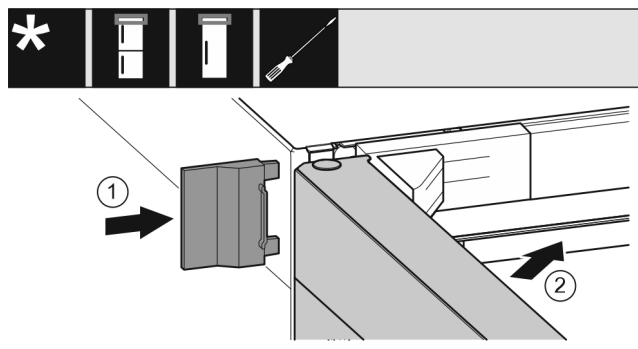

Fig. 29
- ▶ 插入外盖 Fig. 29 (1)。
- ▶ 关闭冰箱上方门 Fig. 29 (2)。